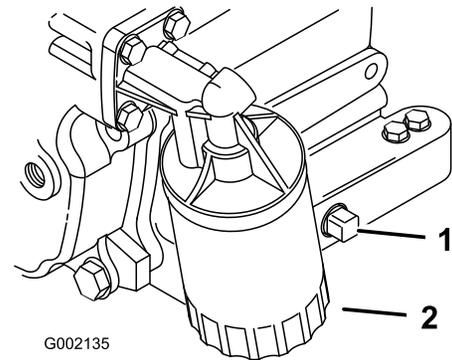

Figura 35
5. Retire el tapón de vaciado (Figura 35) y deje fluir el aceite a un recipiente apropiado. Cuando el aceite deje de fluir, coloque el tapón de vaciado.
2. Retire el filtro de aceite (Figura 35).